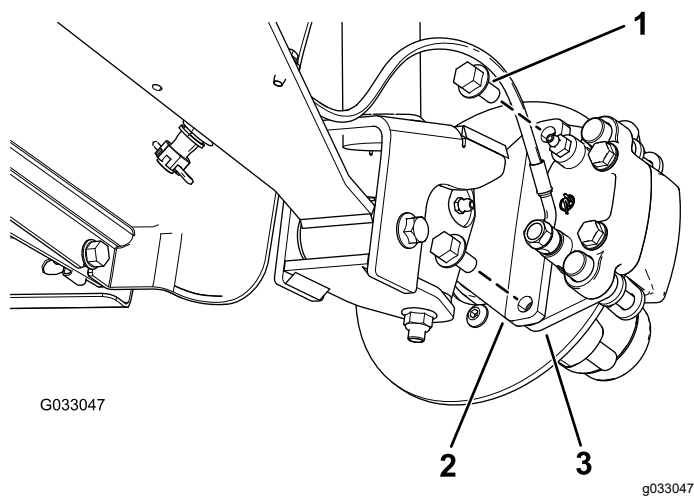
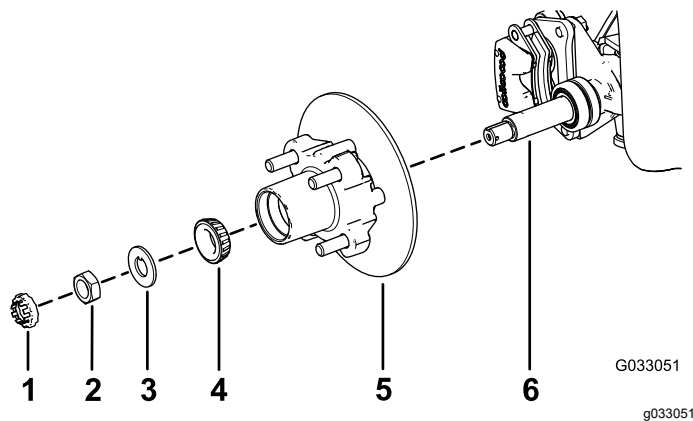

Figure 23
Figure 27
3. Retirez les boulons à embase ($\frac{3}{8}$ x $\frac{3}{4}$ po) qui fixent le support du frein à la fusée et séparez le frein de la fusée (Figure 23).
1. Appliquez une fine couche de la graisse spécifiée sur la fusée (Figure 27).
2. Montez le moyeu et le disque sur la fusée, en plaçant le disque à l'intérieur (Figure 27).
3. Montez le roulement extérieur sur la fusée et poussez-le contre la bague extérieure (Figure 27).
4. Placez la rondelle à languette sur la fusée (Figure 27).
5. Vissez l'écrou de fusée sur la fusée et serrez-le à 15 N·m (11 pi-lb) tout en tournant le moyeu pour asseoir le roulement (Figure 27).
2. Placez les plaquettes de frein de chaque côté du disque (Figure 23), puis alignez les trous du support d'étrier et les trous du support de frein sur le porte-fusée (Figure 27).
3. Fixez le support d'étrier au porte-fusée (Figure 23) à l'aide des 2 boulons à embase ($\frac{3}{8} \times \frac{3}{4}$ po). Serrez les 2 boulons à embase à un couple de 47 à 54 N·m (35 à 40 pi-lb).